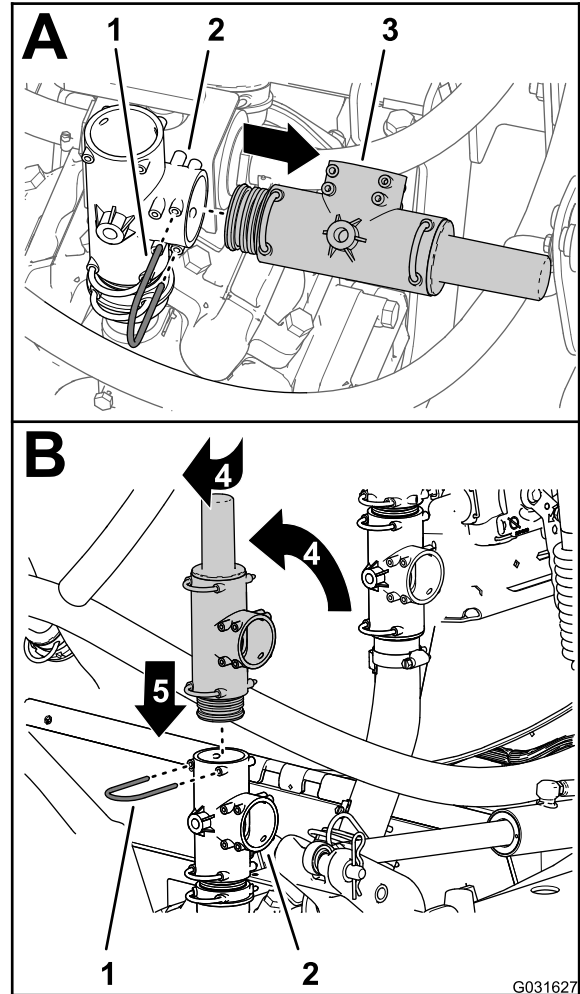

図 4
1. 圧力解放バルブをスプレーヤのポンプのT字フィッティングに固定しているリテーナを外して解放バルブリリーフバルブを取り外す 図4。
2. 図4に示すように、圧力解放バルブを回して向きを変更する。
3. 圧力解放バルブを、T字フィッティングの上部に取り付け、一番奥まで完全に押し込む 図4。